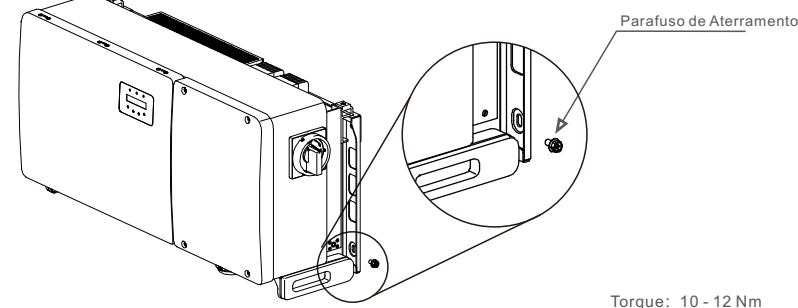

Figura 3.17 Cabo fixo
- 6) Conecte o cabo de aterramento ao ponto de aterramento no dissipador de calor e aperte o parafuso de aterramento, o torque é de 10-12 Nm (consulte a figura 3.17).